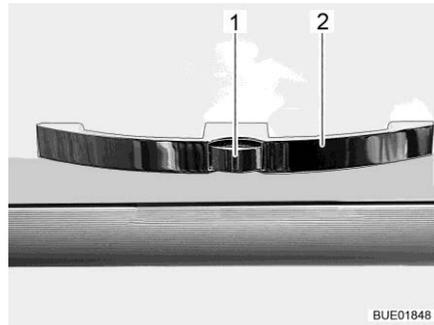

Fig. 85 Trampilla de muebles con tirador (ejemplo)
- Presionar el botón de desbloqueo (Fig. 85,1) en el tirador (Fig. 85,2) y mantenerlo presionado.